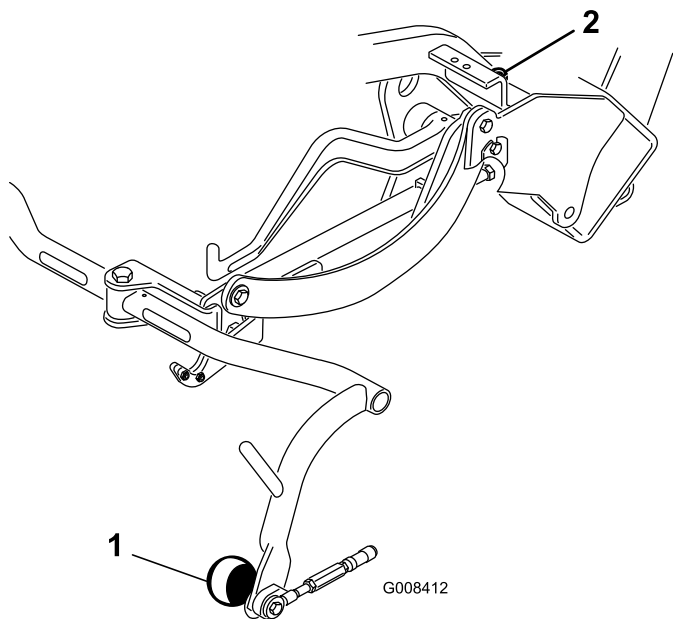

Figura 9
4. Se tiver de ajustar a folga, desaperte a porca de retenção no parafuso do batente da estrutura de suporte (Figura 9) e rode o parafuso para cima ou para baixo para elevar ou descer a estrutura de suporte. Aperte a porca de retenção para bloquear o ajuste.